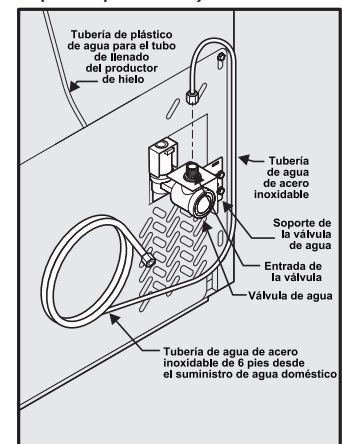

Figura 2
5. **Si usa tuberías de acero inoxidable:** la tuerca y la férula ya están armadas en la tubería. Deslice la tuerca de compresión hacia dentro de la entrada de la válvula y apriete manualmente la tuerca de compresión sobre la válvula. Apriete otra media vuelta con una llave; NO apriete en exceso. Vea la Figura 2.